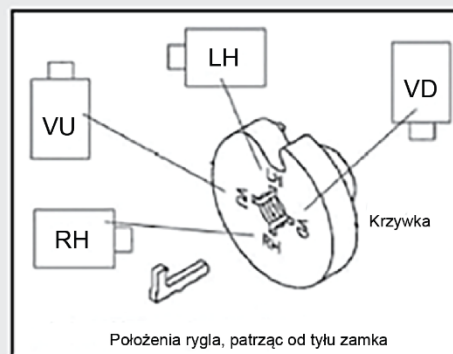

Rysunek 10
8. Wykręcić dwie śruby z tylnej części pokrywy zespołu zamka, a następnie zdjąć tylną pokrywę zamka (Rysunek 10).
9. Ostrożnie odłączyć złącze elektromagnetyczne od płytki systemu (w razie potrzeby odłączyć złącze przełącznika ryglowego od płytki systemu) (Rysunek 10).
10. Wykręcić śrubę mocującą z płytki systemu i delikatnie wyjąć płytkę systemową z obudowy (Rysunek 10).
13. W następnej kolejności przekręcić (przeciwie do kierunku ruchu wskazówek zegara) co najmniej o 1/2 obrotu, aby rowek wrzeciona był wyrównany z poprawnym położeniem krzywki nastawnego. Poprawne położenie krzywki nastawnego na potrzeby instalacji w Rysunek 10 to RH (dla drzwi „prawostronnych”). Wszystkie położenia montażowe można znaleźć na **mapie położzeń krzywki nastawnego** (Rysunek 11).